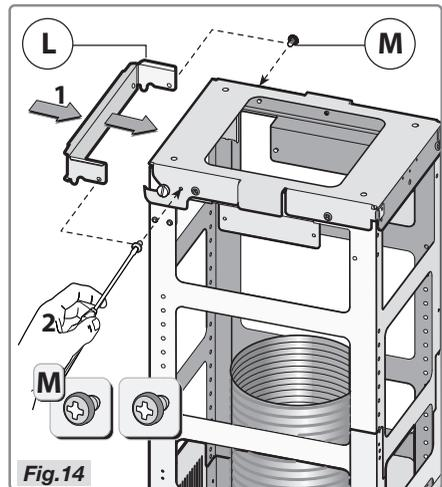

Fig.14
- Prenez le collier de sécurité **L** et fixez-le à la plaque du plafond avec les deux vis **M**, comme indiqué à la Figure 14 - étapes 1-2.